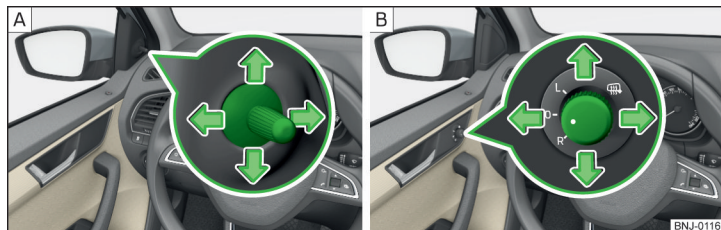

Рис. 53 Управління зовнішніми дзеркалами. механічне / електричне
► Для **регулювання** дзеркала, перемістіть регулятор управління в напрямку стрілки » Рис. 53.
Регулятор електричного управління дзеркала заднього виду може переміщатися в наступні положення » Рис. 53 - **[B]**.